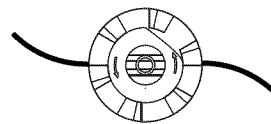

Fig. 21
- Desenrosque la línea vieja de la bobina y sáquela del orificio central de la bobina. (Fig. 21)